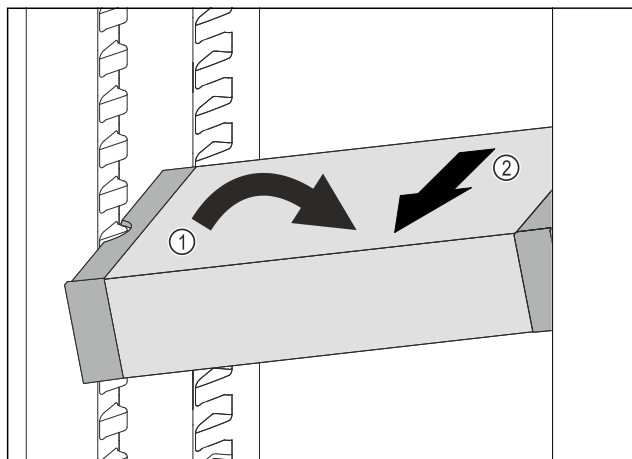

Fig. 124
- ▶ VarioSafe postavte v chladničce šikmo. Fig. 124 (1)
- ▶ VarioSafe odeberte směrem dopředu. Fig. 124 (2)